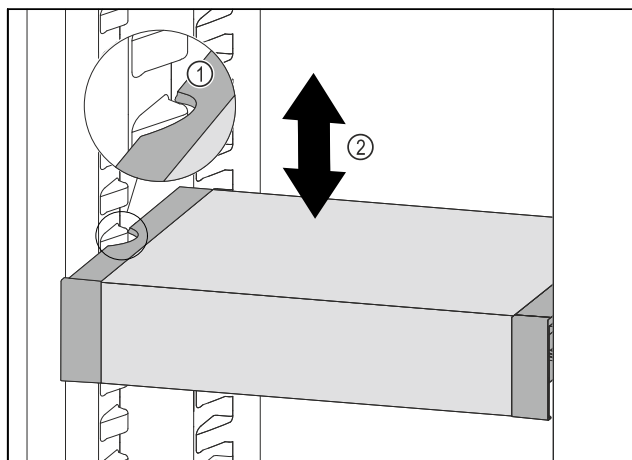

Fig. 80
- Тяните VarioSafe вперед, пока боковые выемки VarioSafe не окажутся на высоте выступа резервуара в холодильном отделении. Fig. 80 (1)
- Двигайте VarioSafe в холодильном отделении вверх или вниз, пока не будет достигнута требуемая высота. Fig. 80 (2)